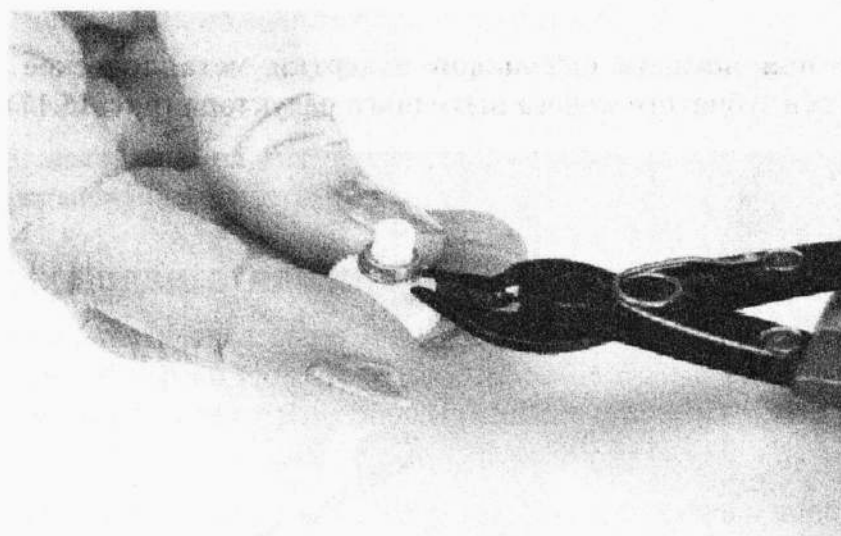

Рис. 15.15. Осторожно откусите стопор на колесе выходного редуктора
8. Аккуратно удалите стопор с верхней стороны колесика выходного редуктора при помощи кусачек (рис. 15.15) или бритвенного лезвия.